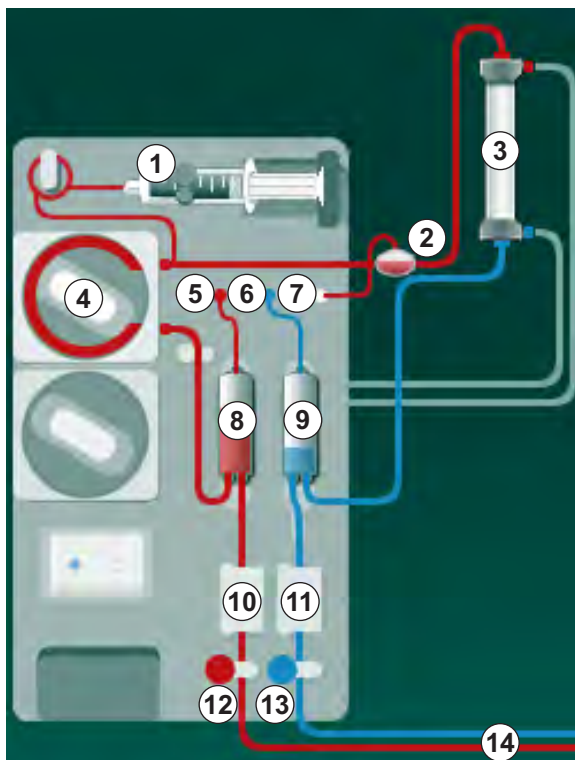

Fig. 3-2 Driftstilstand - Single-needle-cross-over
Med veneslangeklemmen (Fig. 3-2 Driftstilstand - Single-needle-cross-over (35), ⑬) lukket, og arterieslangeklemmen ⑫ åben, pumper blodpumpen ④ blod fra patienten gennem dialysefiltret ③ ind i venekammeret ⑨ . Trykket i venekammeret ⑨ overvåges via venetryksensoren ⑥ . Så snart det forudindstillede øvre skiftetryk er nået, slukkes blodpumpen ④ , og veneslangeklemmen ⑬ åbnes. På grund af trykket i venekammeret strømmer blodet gennem dialysefiltret ③ tilbage til patienten, indtil det lavere skiftetryk er nået. Når det lavere skiftetryk er nået i venekammeret ⑨ , eller den forudindstillede returflowtid er udløbet, lukkes veneslangeklemmen ⑬ . Kort derefter åbnes arterieslangeklemmen ⑫ . Blodpumpen ④ aktiveres, og processen starter igen med tapning af blod fra patienten.